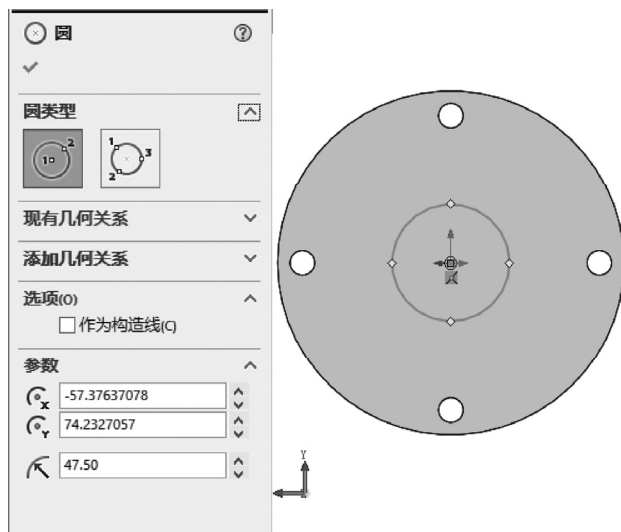

图 9-21 绘制草图
**03** 绘制草图。选择菜单栏中的“工具”→“草图绘制实体”→“圆”命令，或单击“草图”控制面板中的“圆”按钮，在草绘平面上绘制以大闷盖中心为圆心的圆，系统弹出“圆形”属性管理器，在“半径”输入框中输入圆的半径值为 47.50，如图 9-21 所示。